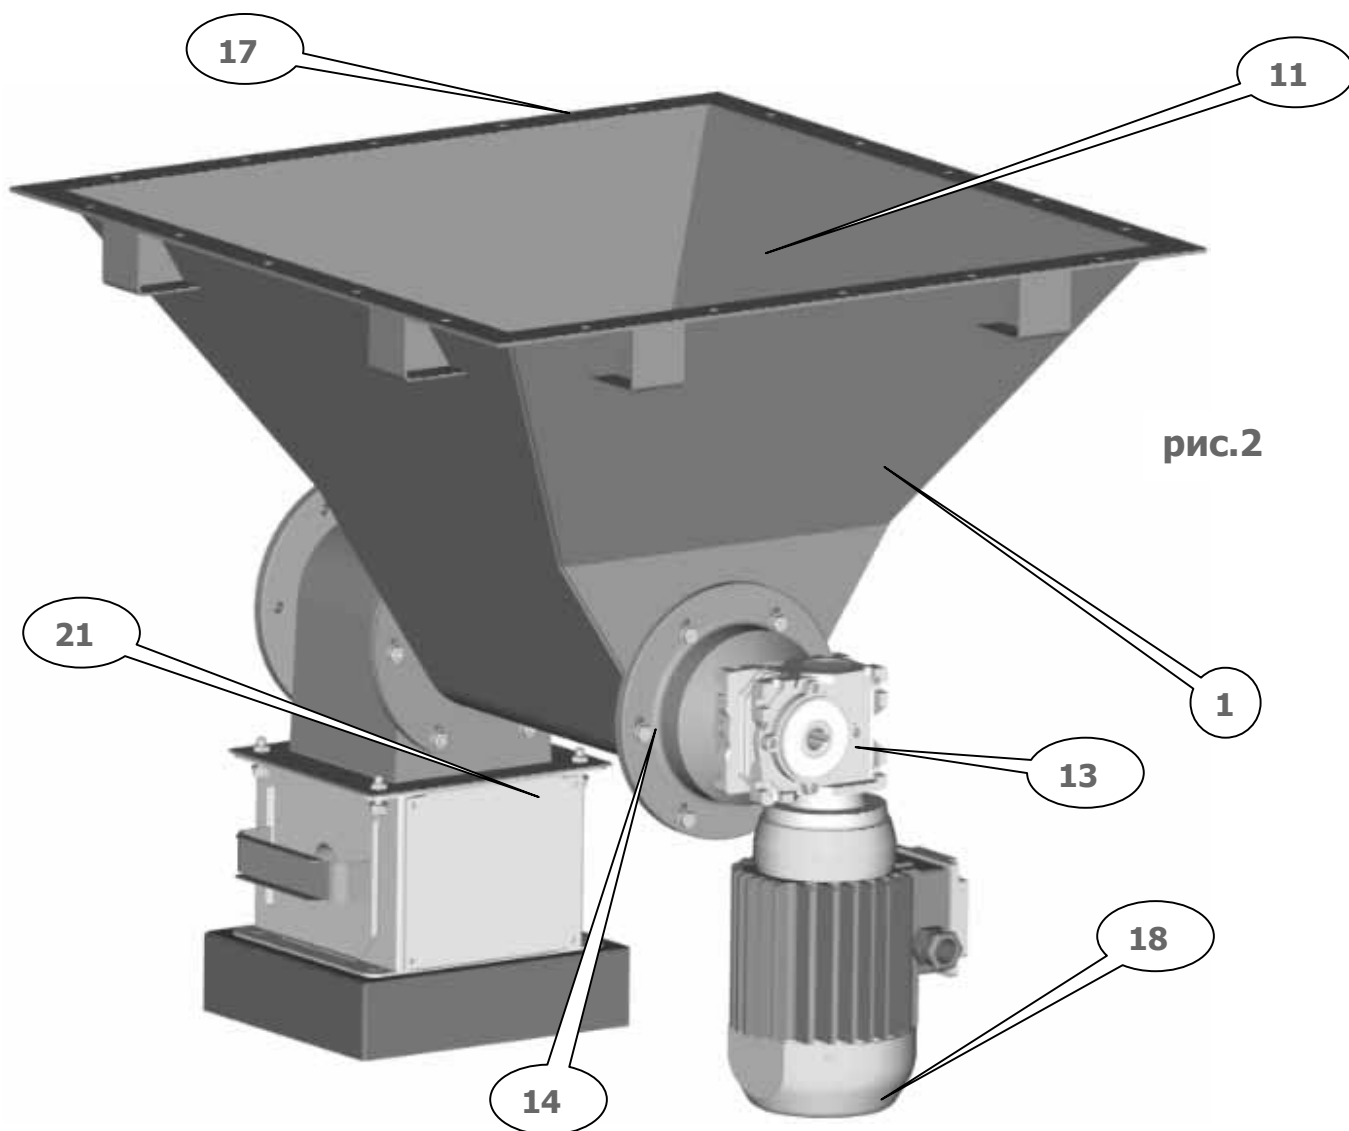

рис.2
ПШП-17му состоит из питающего устройства (1), магнитного уловителя (2), точки (3) и э/шкафа (пульта управления) (4) (см.рис.1, рис.2). В свою очередь, питающее устройство состоит из бункера (11), со входным фланцем (17) и выходным патрубком(12), мотор-редуктора (13) с фланцем(14), пружины (15). Мотор-редуктор может иметь самостоятельный э/вентилятор (18) охлаждения. По периметру входного фланца (17) равномерно расположены кронштейны (19). Кронштейны используются для монтажа питателя – подвеска или крепление на стойках.